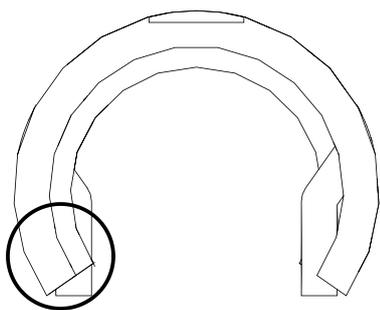
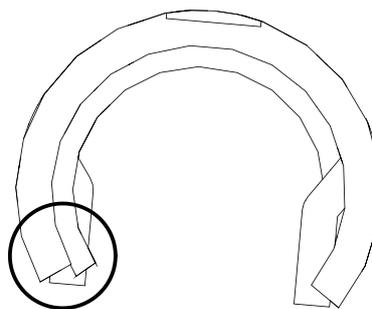

Abb. 3: Verbinder richtig montiert
Abb. 4: Verbinder falsch montiert
- Während der Montage des Verbinders darauf achten, dass er bündig die Schleifleitung überdeckt. Der Verbinder muss beidseitig den gleichen Abstand zur Schleifleitung haben (siehe Abb. 3 und Abb. 4).